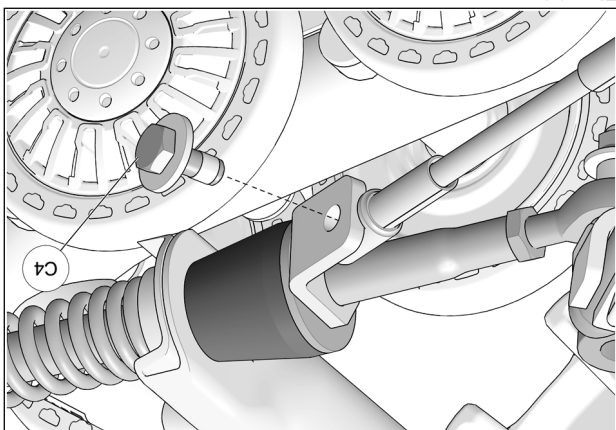

Fig. 22
14. Tourner légèrement le volant dans le sens contraire jusqu'à ce que le câble puisse être fixé à la plaque de support en utilisant le boulon (C4) fourni. Serrer à un couple de 35 N•m [24 lb•pi]. Voir la Fig. 22. Effectuer le même exercice du côté droit.